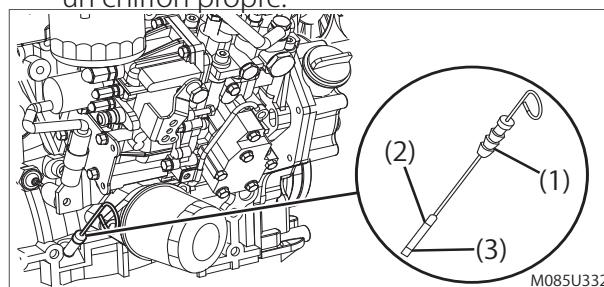

Fig. 7-3
- (1) Veillez à ce que la machine soit à niveau (à l'horizontale).
- (2) La machine et tous ses dispositifs doivent être éteints et les boutons d'arrêt d'urgence doivent être enfoncés.
- (3) Retirez la tige (fig. 7-3, 1) et essuyez-la avec un chiffon propre.
- (4) Enfilez à nouveau la tige propre dans le réservoir.
- (5) Retirez la tige. Le niveau d'huile doit se trouver entre la ligne du haut (fig. 7-3, 2) et celle du bas (fig. 7-3, 3) sur la tige.
- (6) Introduisez à nouveau la tige propre dans le réservoir.
- (7) Ajoutez de l'huile moteur si nécessaire.